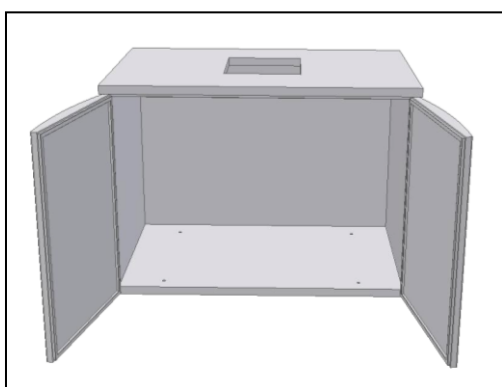

Fig. 8
- Encaixar as **portas** (à direita e/ou à esquerda) nos painéis do solo e do tampo (Fig.8);